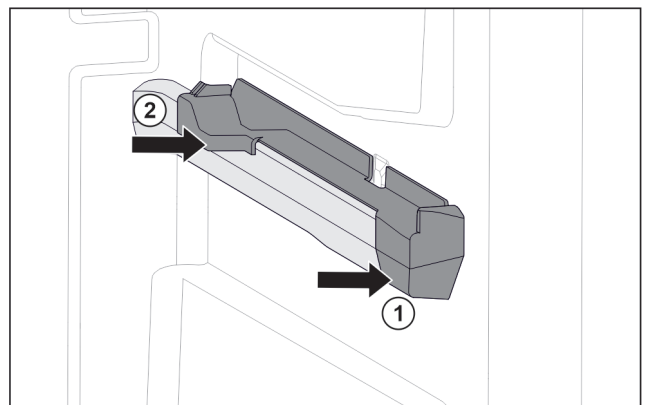

Fig. 76 Element nasadzany na prawym żebrowie pojemnika
- ▶ Umieścić element nasadzany z przodu na żebrowie pojemnika. Fig. 76 (1)
- ▶ Docisnąć element nasadzany z tyłu. Fig. 76 (2)